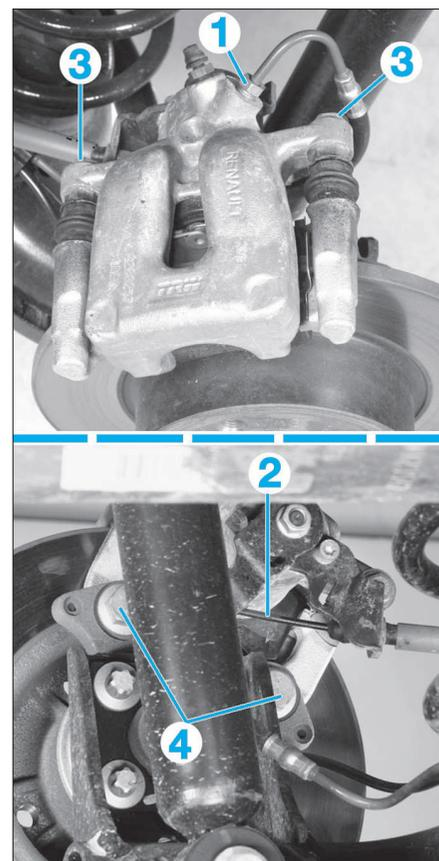

FIG. 21
- Désaccoupler le câble (2) de frein de stationnement (Fig.21).
- les vis (4) de fixation du support d'étrier (Fig.21).